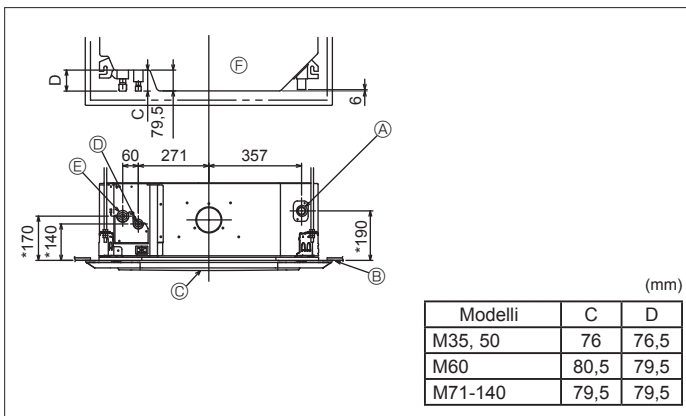

Fig. 3-3
3.3. Posizioni delle tubazioni di refrigerante e di drenaggio dell'unità interna (Fig. 3-3)